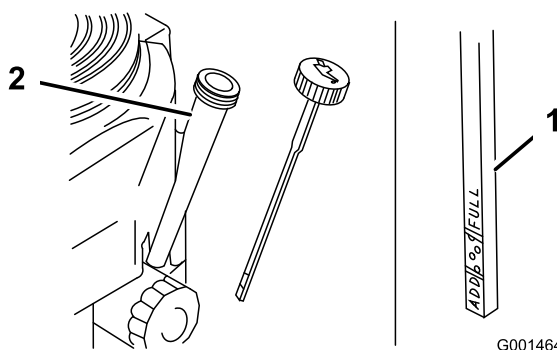

Figura 23
4. Pulite attorno all'asta di livello (Figura 23) in modo che la morchia non possa penetrare nel foro di rifornimento e danneggiare il motore.
5. Svitare l'asta di livello dell'olio e pulitene l'estremità (Figura 23).
6. Inserite a fondo l'asta di livello nel tubo di rifornimento, senza avvitarla (Figura 23).
9. Versate lentamente nel tubo di rifornimento (Figura 23) l'80% circa dell'olio indicato.